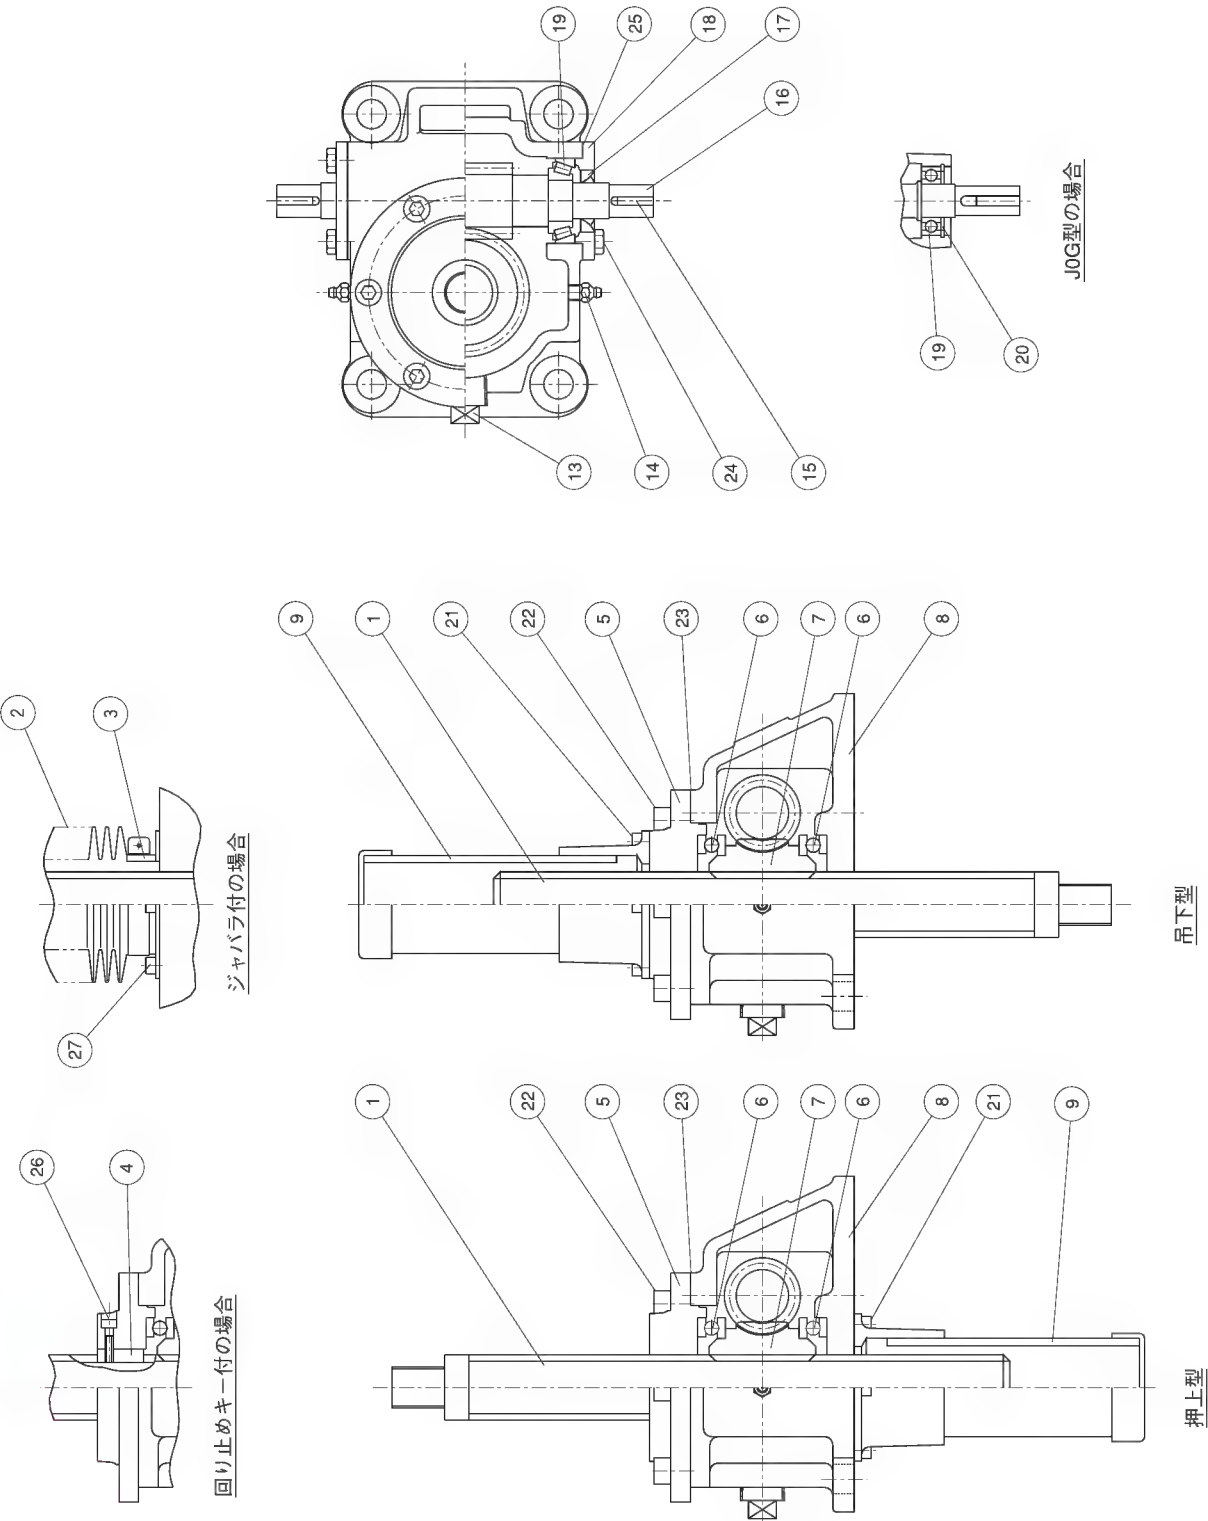

図1 軸昇降型スクリージャッキ
基本構造はグリース潤滑用の図1、図4と変わりませんが、ウォームホイール上下にオイルシールを設けてあります。納入時ギアハウジング内には潤滑油を入れてありませんので推奨潤滑油をご購入のうえ規定量入れてください。使用潤滑油はAGMA7EP (ISO番号VG460ギア油)で、メーカ別相当品、枠番別油量は表5、表6の通りです。
8. スクリュージャッキ及びボールスクリュージャッキの構造を図1～5に示します。